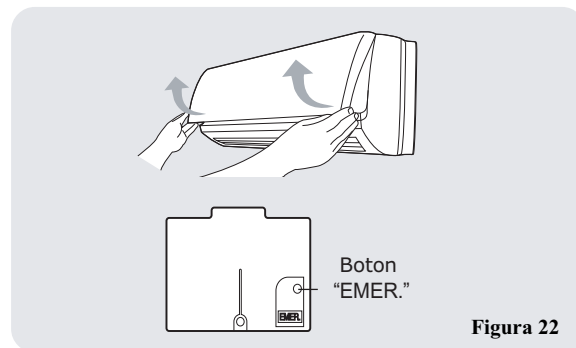

Figura 22
- Para probar la unidad, mantenga apretado el botón EMER durante 5 a 10 segundos (Figura 22)